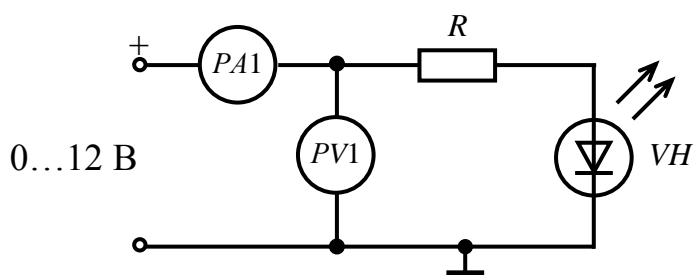

Рисунок 1 – Принципова електрична схема для дослідження ВАХ і люкс-амперної характеристики світлодіода
- 1.2. Скласти принципову електричну схему для дослідження ВАХ і характеристики яскравості світлодіода (рис. 1), підготувати таблиці для запису результатів експериментальних досліджень.